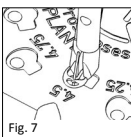

Fig. 7
■ **Fig. 7/8** Titan-lukketangen (REF 8000 137) skal anvendes til lukning af hovedpladen! Ved hjælp af lukketangen (REF 8000 137) bliver bøjlen inden i protesens hovedplade rettet ud, så den er lige, hvorved hovedpladen fastgøres på protesens skaft (Fig. 7).